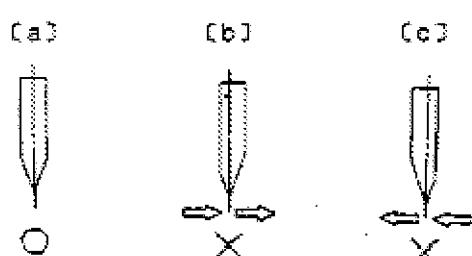

Рис. 16
Если режущая кромка заточена неравномерно, как показано на Рис. б или с, сдвиньте точильные круги (A) и (B) в направлениях, показанных стрелками на Рис. 16 б или с.